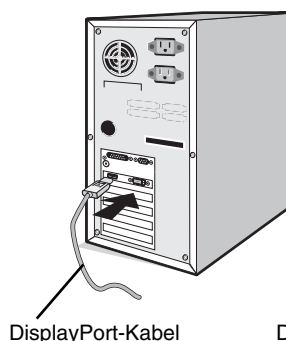

Abbildung A.1
2. **Für PC mit DisplayPort-Ausgang:** Verbinden Sie das DisplayPort-Kabel mit dem Anschluss der Grafikkarte in Ihrem System (**Abbildung A.1**).